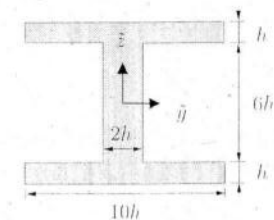

Abb. 5.2: Profilquerschnitt
- 5.4) Das Profil des rechten Teils des Auslegers der Länge b ist durch den in Abb. 5.2 dargestellten Querschnitt gegeben. Berechnen Sie die Flächenträgheitsmomente $I_{\bar{y}}, I_{\bar{z}}, I_{\bar{y}\bar{z}}$ und die Querschnittsfläche A_0 . Wenn eine Rechnung nicht notwendig ist, begründen Sie Ihre Antwort.
5.2) Seilkraft S :Abbildung 5.2: Freischnitt zur Bestimmung von S und von N_B, Q_B
5.3) Normal- und Querkraft (Siehe Abb. 5.2(rechts)):